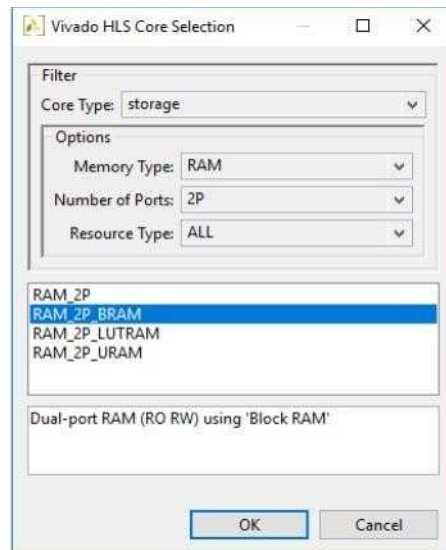

图 4-18: 用于指定双端口 RAM 6 的指令编辑器。
- 确认如图 4-18 所示的 directive Editor 对话框中的设置, 然后点击 OK。